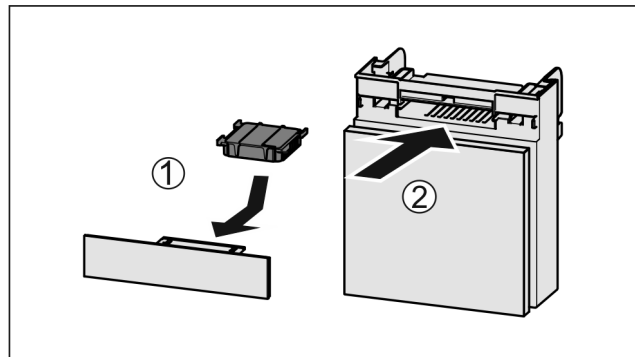

Fig. 36
- ▶ Aktivkohlefilter nach Abbildung einsetzen Fig. 36 (1).
- ▶ Fach einschieben Fig. 36 (2).